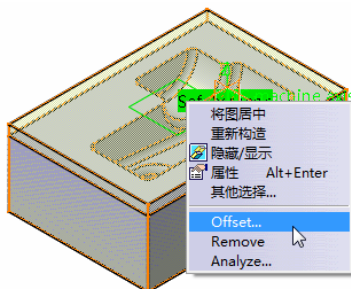

图 3-100 快捷菜单 (2)
- 右键单击所创建的安全平面, 在弹出的快捷菜单 (2) 中选择 “Offset” 命令, 如图 3-100 所示。系统弹出 “Edit Parameter” 对话框, 在 “Thickness” 文本框中输入偏移值 “30”, 单击 “确定” 按钮, 创建的安全平面 (2) 如图 3-101 所示。